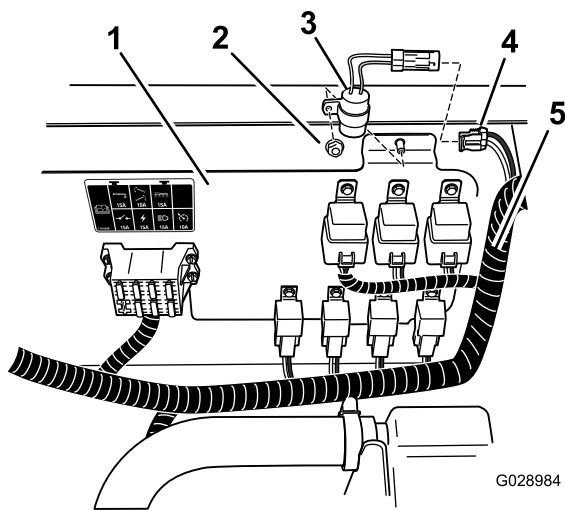

Figura 29
- Conecte el temporizador de retardo al arnés principal de cables en este punto (Figura 29).
- Instale un fusible de 40 amperios en la ranura abierta del bloque de fusibles, según se muestra en la Figura 29.